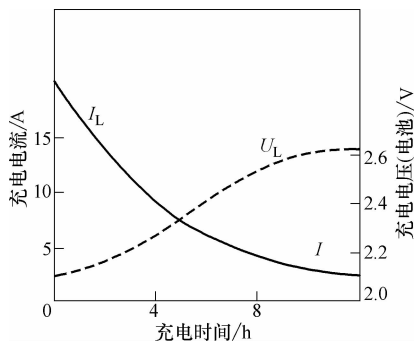

图 4-20
77. 下面关于图 4-20 所示蓄电池充电时的 W 特性曲线的说法哪一个正确？
① 充电电流随着蓄电池电压上升而不断减小
② 充电电流随着蓄电池电压上升而不断增大
③ 充电电流与时间长短没有关系
④ 充电电压随着充电电流上升而增大
⑤ 充电电压随着充电时间变长而减小
- ①  $U = 2.52\text{V}$
- ②  $U = 3.21\text{V}$
- ③  $U = 25.20\text{V}$
- ④  $U = 28.09\text{V}$